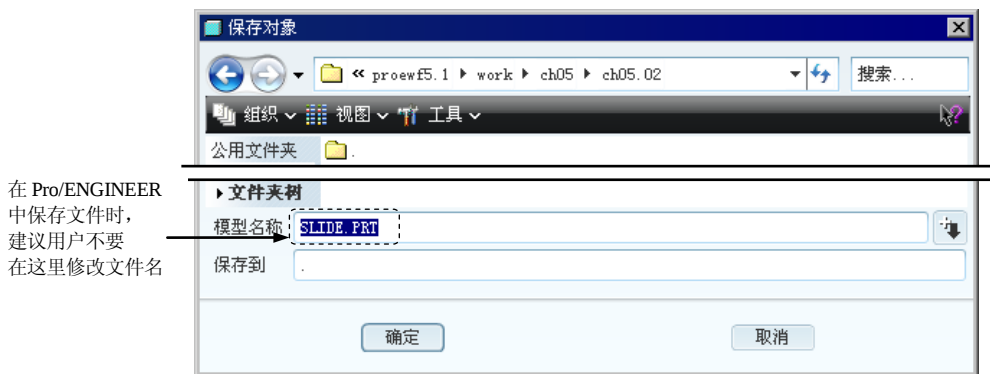

图 5.2.64 “保存对象”对话框
注意：如图 5.2.64 所示，“保存”模型文件时，建议用户使用现有名称，如果要修改文件的名称，可选择下拉菜单 文件(F) →  重命名(R) 命令来实现。